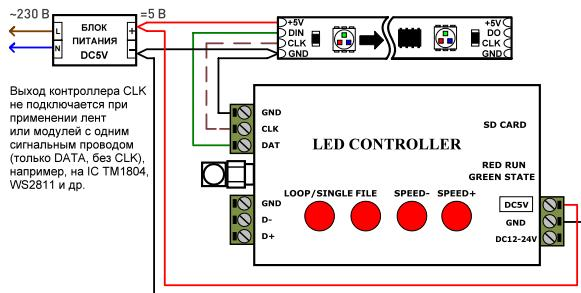
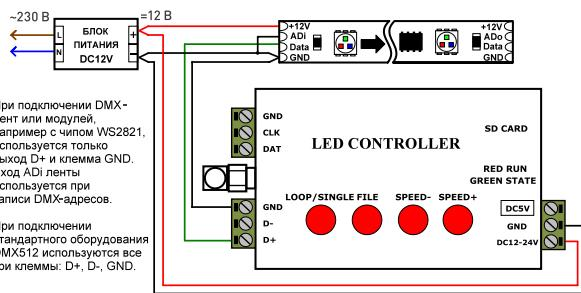

Рис. 1. Схема соединения оборудования при подключении светодиодной ленты SPI или флеш-модулей с напряжением питания DC 5 В.
Рис. 3. Схема соединения оборудования при подключении светодиодной ленты DMX или DMX-модулей с напряжением питания DC 12 В.
- 3.2. Подключите контроллер в соответствии с одной из приведенных ниже схем, в зависимости от используемого оборудования (Рис. 1 – Рис. 3).